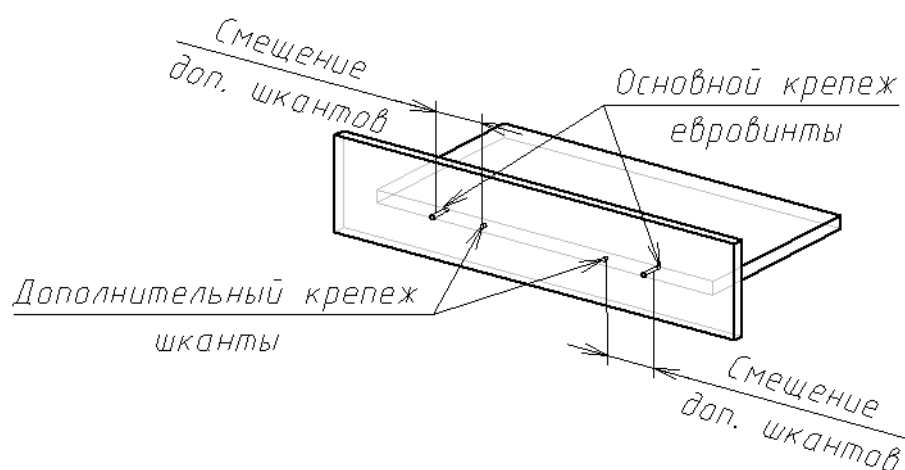

Рис. 29.13. Дополнительный крепеж
- ▼ **Дополнительный крепеж** — шканты, устанавливаемые при необходимости дополнительно к элементам основного крепежа (рис. 29.13).